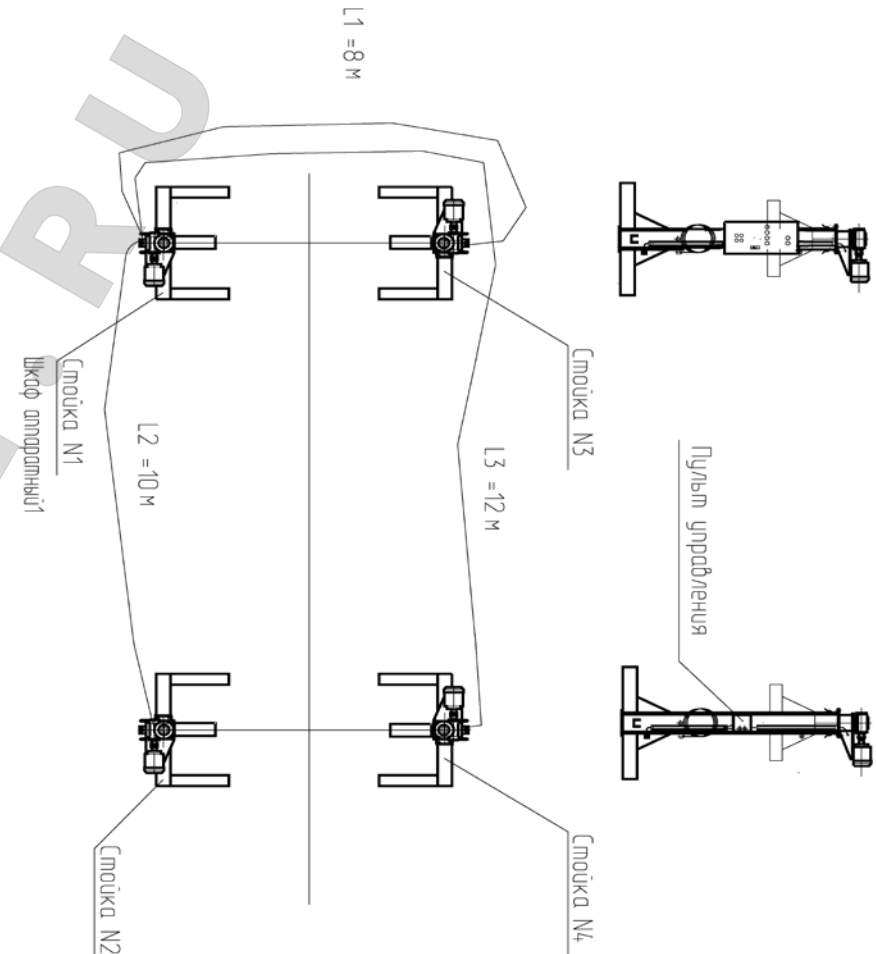

Рис. 1. Подъемник передвижной ППТ - 28
4.1. Подъемник состоит из четырех стоек (см. Рис.1 и Рис.2), каждая из которых имеет электромеханический привод, каретку, грузовой винт, рабочую и страховую гайки, конечные выключатели верхнего и нижнего положения кареток. На первой стойке установлен шкаф аппаратный, имеющий корпус с панелью электрооборудования, автоматический выключатель, лампочку «Сеть», «Авария», кнопки «Вверх» и «Вниз» для управления первой стойкой и кнопки «Вверх» и «Вниз» для управления всеми стойками одновременно. На остальных стойках установлены посты управления с кнопками «Вверх» и «Вниз» для управления данной стойкой.